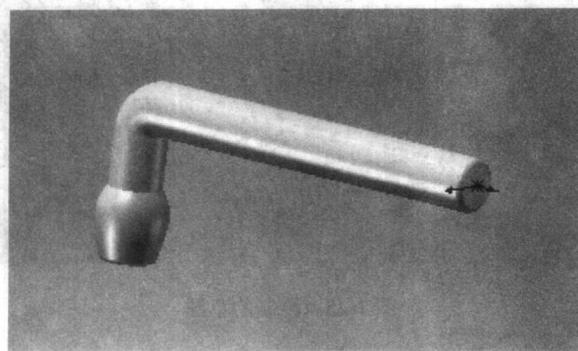

图 1-28 圆角效果
(8) 在“圆角”属性管理器中单击“确定”按钮()，生成圆角效果，如图1-28所示。至此，该装配体即制作完成。